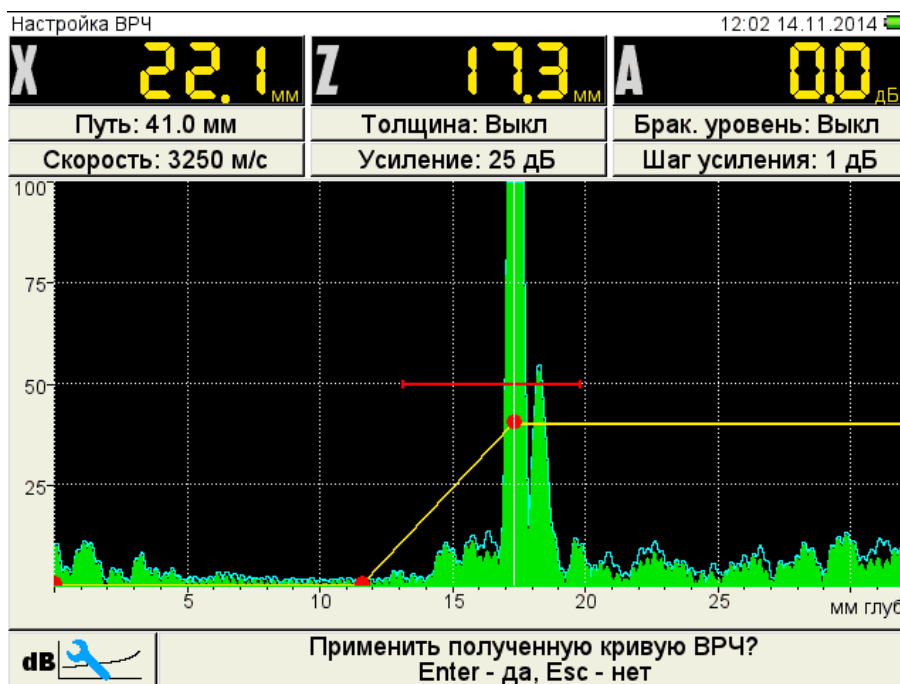

Рисунок 21
- подтвердить или отказаться от полученной ВРЧ (рисунок 21).